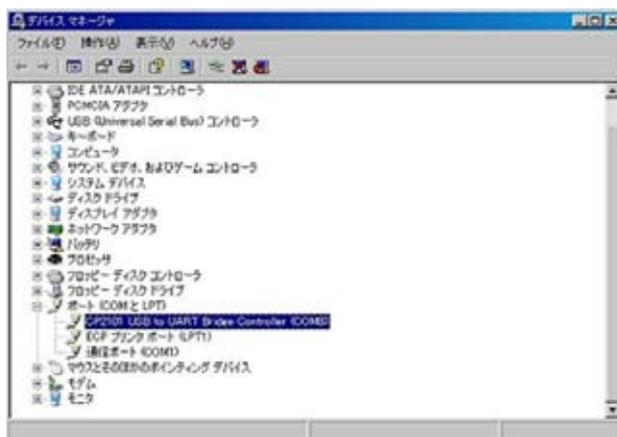

図 4. デバイスマネージャーによる確認
6. ウンドウズ XP では COM ポートを選ばますので、専用ソフトと同じポートに設定下さい。(図 6 参照) Windows98 では選ばませんので、図 4 でポートを確認し、専用ソフトのポート設定をして下さい。